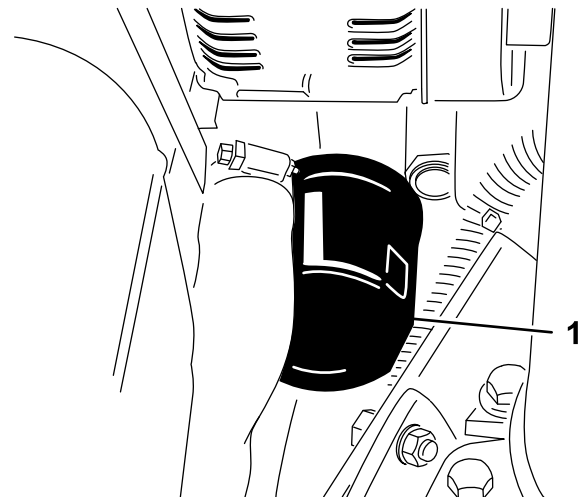

Bild 62
2. Entfernen Sie den Ölfilter (Bild 62).